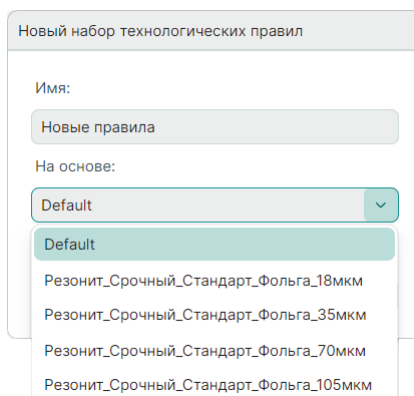

Рис. 152 Ввод имени для нового набора
3. В окне «Новый набор технологических правил» введите имя создаваемому шаблону правил в поле «Имя», см. Рис. 152.